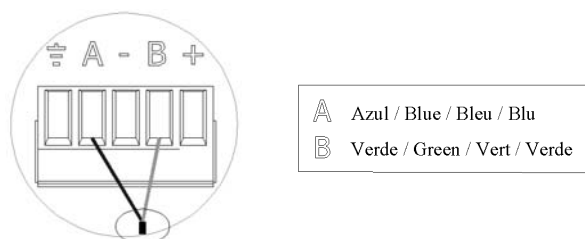
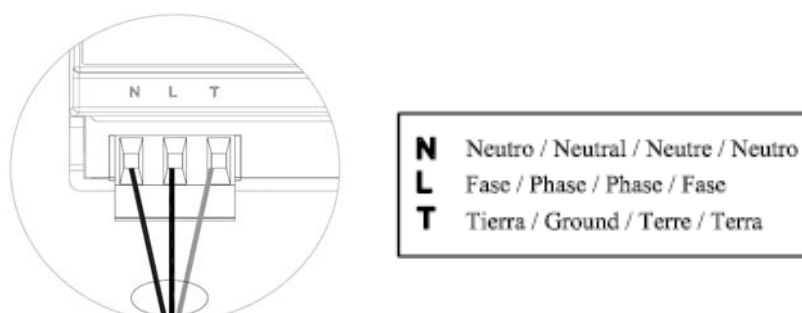
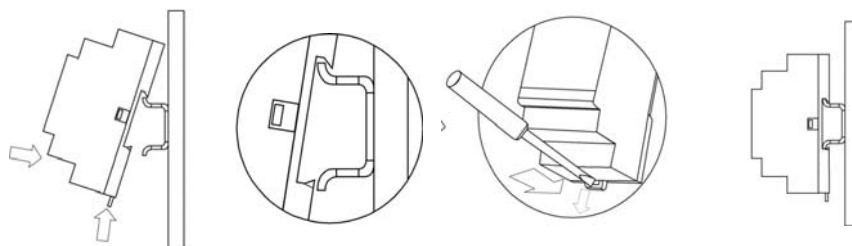

Fig. 29
Fig. 30
Fig. 31
A placa de relé (fig. 29) para o controlo de elementos radiantes **liga-se ao terminal de comunicação da central** ① - Fig. 3.
A ligação ao terminal de comunicação será feita por um borne de 5 pinos localizado na parte inferior direita do módulo (Fig. 29). Para isso fixe o cabo com os parafusos do borne, **respeitando o código de cores associado à figura.** (Fig. 30)
A ligação da corrente elétrica ao módulo será por um borne de 3 pinos localizado na parte inferior esquerda do módulo (Fig. 29). Para isso fixe o cabo com os parafusos do borne, **respeitando a polaridade dos bornes** (Fig. 31).